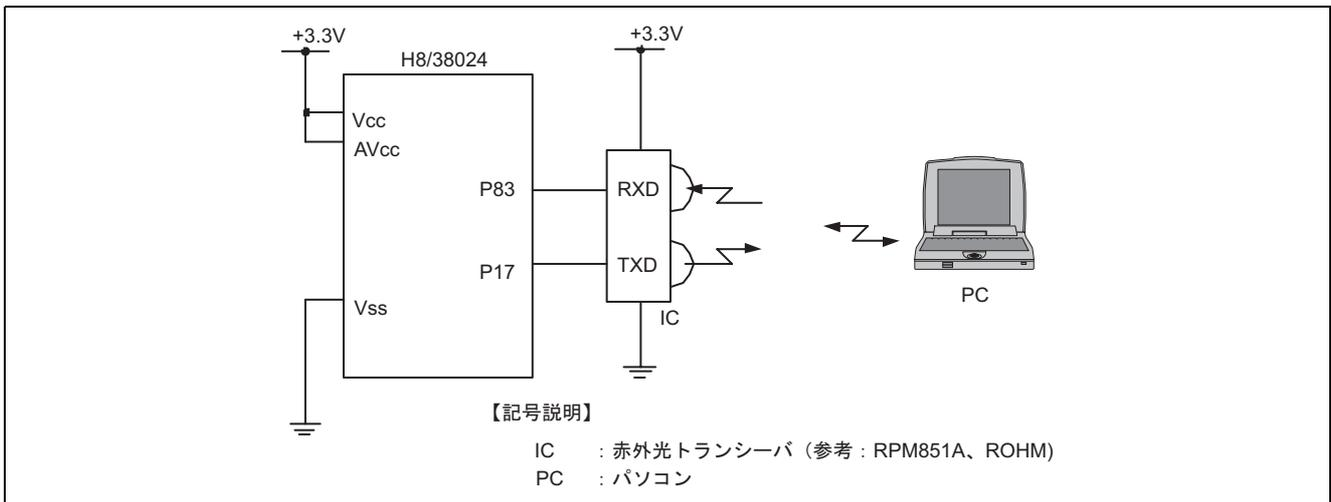

図 1 ハードウェア構成
- (1) 図 1 に赤外光トランシーバを使用したデータ送受信のハードウェア構成を示します。
- (2) 本タスク例では、パソコンの IrDA ポートから送信された文字を赤外光トランシーバで受信し、受信した文字のアスキーコードをインクリメントし、その文字を赤外線トランシーバを経由してパソコンに返信します。パソコンのモニタにはインクリメントされたアスキーコードに対応した文字が表示されます。
- (3) 本タスク例における H8/38024 の動作電圧(Vcc)およびアナログ電源電圧(AVcc)は 3.3V、OSC クロック周波数は 10MHz、ウォッチクロック周波数は 32.768kHz です。